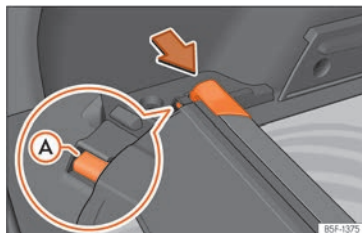

Fig. 129 En el maletero: alojamiento para guardar la bandeja enrollable.
- Presione el cabezal de la bandeja enrollable en el sentido de la flecha hasta encajarlo en el alojamiento previsto para tal uso »» fig. 129. Asegúrese de que el patín A encaja en el alojamiento correspondiente.